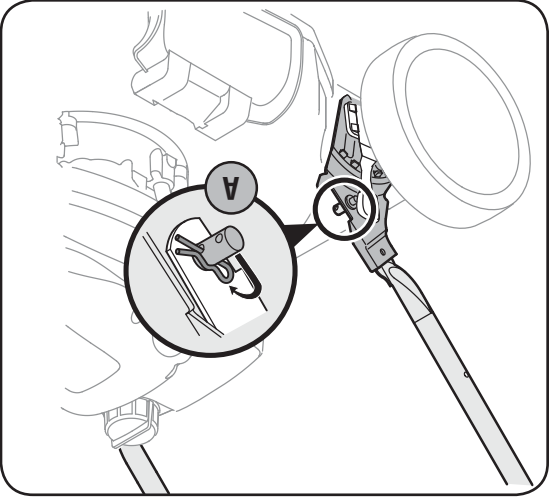

Figure 4-2
2. Repérez une goupille-épingle dans l'un des trous de la goupille soudée de chaque côté du guidon inférieur. Voir la Figure 4-2.